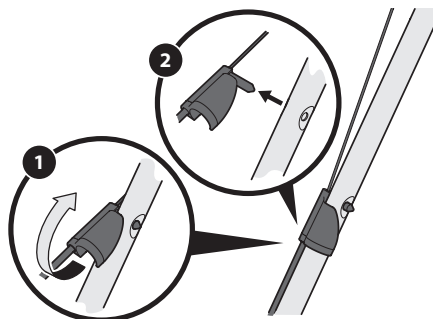

Figura 30
1. Rote hacia arriba el accesorio del cable de la transmisión en la manija superior izquierda (Figura 30).